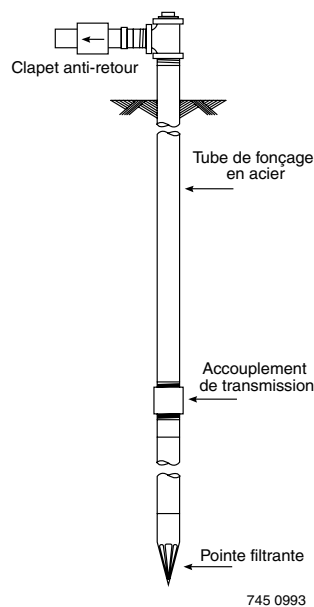

Figure 2 – Installation de la pointe filtrante
1. Connectez la conduite d'aspiration à la pointe filtrante (figure 2). Gardez le circuit de tuyau horizontal aussi court que possible. Utilisez du ruban d'étanchéité pour filetage de tuyau PTFE sur les filetages mâles. Plusieurs pointes filtrantes peuvent être nécessaires pour fournir suffisamment d'eau à pomper.
2. Pour faciliter l'amorçage avec les installations de pointes filtrantes, installez un clapet anti-retour comme indiqué sur la figure 2. Assurez-vous que la flèche de débit du clapet anti-retour est dirigée vers la pompe.